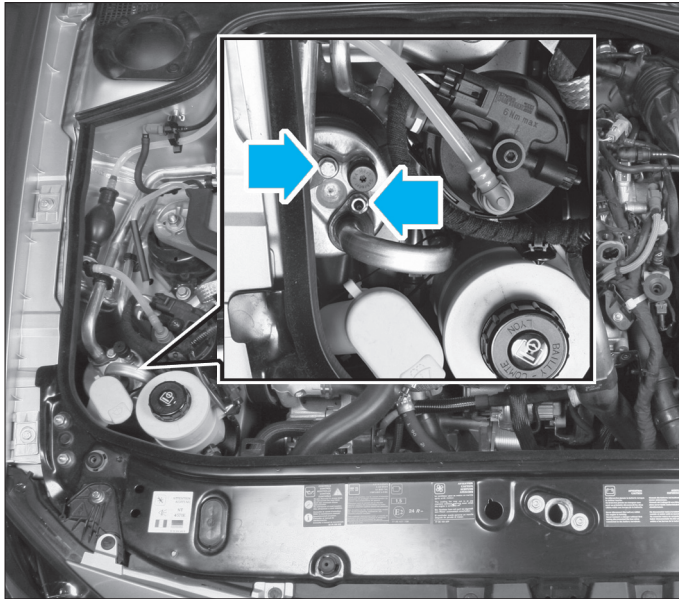

FIG. 18
- Déposer les deux vis de fixation des tuyaux sur la bouteille déshydratante (fig. 18).